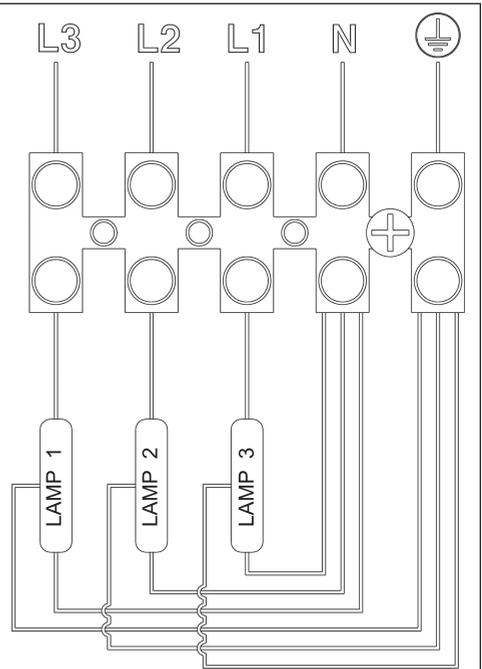

Fig. 8
- Para realizar uma conexão trifásica, é preciso eliminar os cabinhos A e conectar as 3 fases, o neutro e o de terra respectivamente nos polos da borneira marcados por L3-L2-L1-N- ⊕ (fig. 8). Gastem um cabo H07RN-F 5x1 mm².